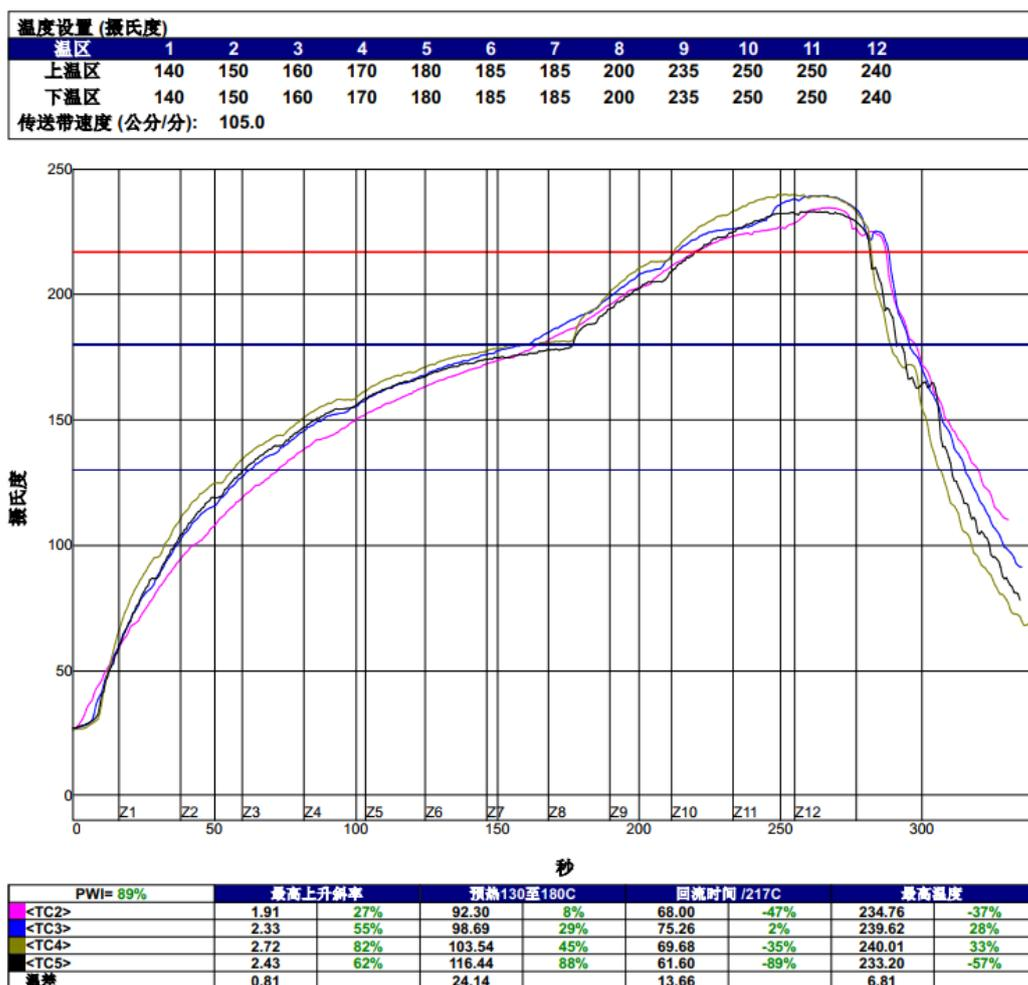

图 6.3 MAX2001 模块回流焊温度曲线
UWB 模块焊接**建议使用手工焊接**，避免因**温度控制不当**二次回流焊造成 UWB 模块内部器件移动，从而影响产品性能。如一定要进回流焊生产，推荐的回流焊最高温度为 235-246℃，最高不能超过 246℃。DWM1000 模组在制造时的炉温曲线图（无铅 SMT 流焊）和相关参数如下图 6.3 所示，生产建议如下，请仔细阅读：
- 1) 建议回流焊接温度不得超过参考图 6.3 的温度，推荐整体曲线降低 5 度左右，夏天可以再适当降低温度；